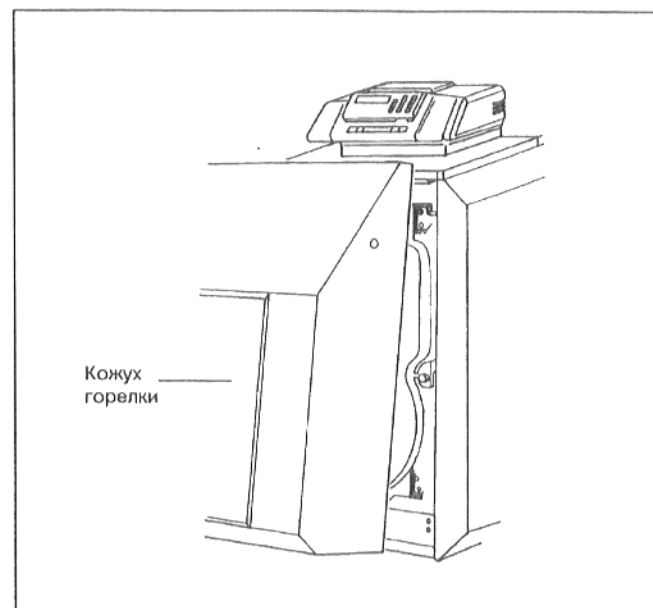

рис. 6 Кожух горелки G215 U
- У котла G215 U вначале поднять кожух горелки (рис. 6).